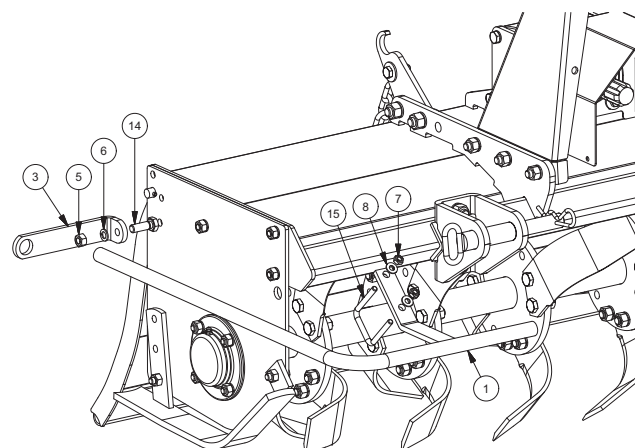

FIG. 9
1. Montar el soporte posterior (3, Fig. 9) con el tornillo (14), la tuerca (5) y la arandela (6).
2. Introducir el lado más largo de la posición (1) en el so-
- porte posterior (3).
3. Montar los soportes anteriores con los tornillos (15), tuercas (7) y arandelas (8).